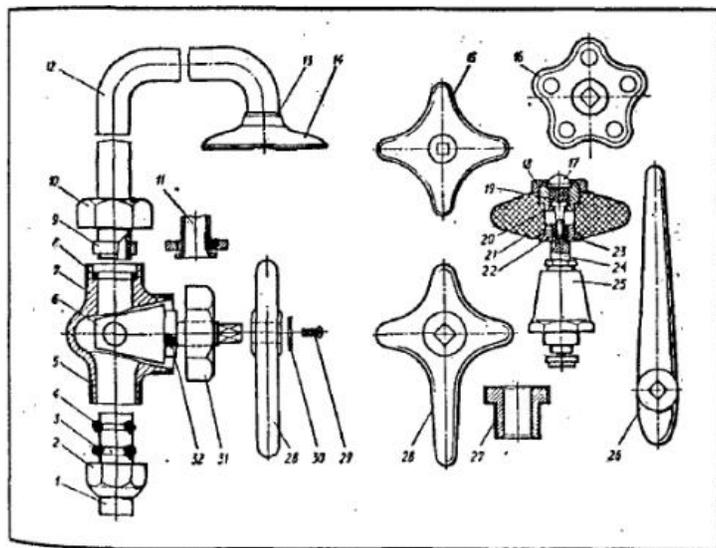

Рис. 58. Поперечное сечение смесителя:
Потерян или срезан ограничитель 32 (рис. 58)
Сломана пластмассовая рукоятка 28, неподвижна пробка (рис. 58)
**15. Неисправность** Винт 29 пробки (см. рис. 58) не выворачивается
Отсоедините стационарную душевую трубку от настенного крепления. Трубка 12 (рис. 58)
Если сетка 14 (рис. 58) обращена к вам отверстиями, смело ее отворачивайте против часовой стрелки. Когда она снята, шилом или иголкой расширьте отверстия. Теперь под носик крана или излив смесителя подставьте сетку плоской частью и пустите воду. Таким способом будет промыта внутренняя полость сетки, иначе оставшиеся там частицы вновь забьют отверстия. Некоторые конструкции пластмассовых душевых сеток разборные. Придерживая плоскогубцами за сужение с тыльной стороны, попробуйте рукой отвернуть плоскую часть сетки с отверстиями. Если это не удастся, поступайте так, как описано выше.
Осмотрите прокладку 8. В случае необходимости замените ее (см. рис. 58).